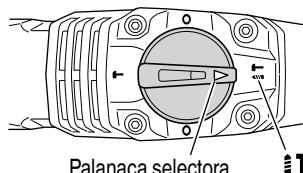

Fig. 15
- (b) Alinee las marcas ▲ de la palanca selectora y T de la tapa de la manivela como se ilustra en la Fig. 15.